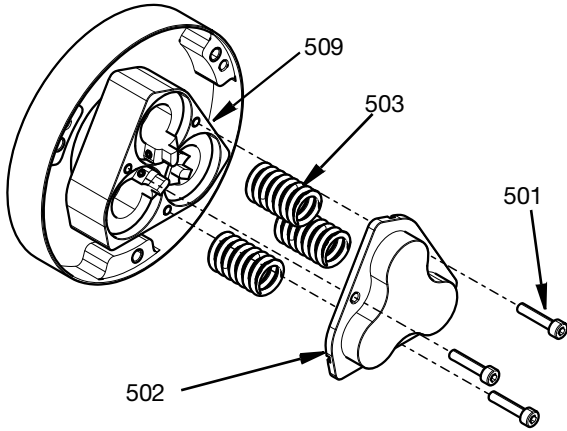

FIG. 10
2. Kesme valfi millerine (512) ve pistonlara (506) erişmek için, önce üç adet M4 vidayı (501) eşit olarak çıkarın. Daha sonra yaylar (503) ile birlikte silindir kapağı (502) çıkarılabilir. Bkz. FIG. 10.